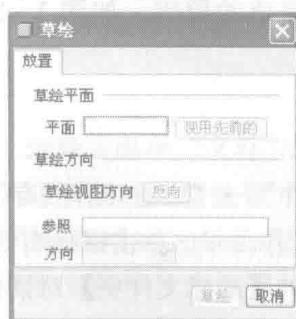
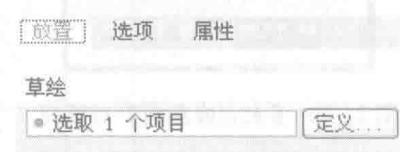

图 1-18 【草绘】对话框
图 1-17 放置滑面板
(2) 草绘截面。单击操控板上的“放置”按钮，系统弹出“放置”滑面板（再次单击该按钮可以关闭该面板），如图 1-17 所示。单击面板右侧的“定义”按钮 $\square$ ，系统弹出【草绘】对话框，如图 1-18 所示。在【草绘】对话框中进行草绘平面的设置与放置后，即可进入草绘模式；或在绘图区单击鼠标右键，弹出快捷菜单，选择“定义内部草绘”，如图 1-19 所示，草绘拉伸的截面。